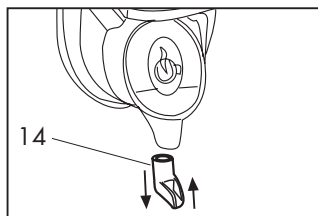

Fig. 14
Estrarre il beccuccio (14) dalla propria sede tirandolo verso il basso. Lavare accuratamente ed eliminare eventuali residui di caffè. Una volta pulito, reinserire il beccuccio spingendo fino in fondo. (Fig. 14)